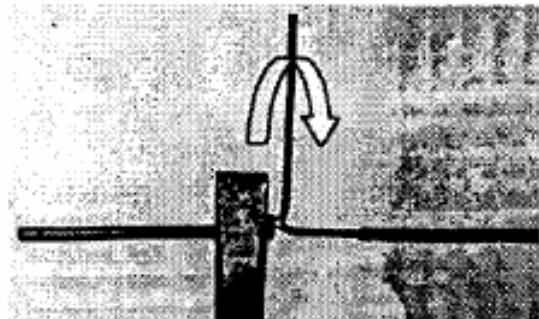

**Figura 10.17**
5. Finalize a primeira parte da emenda com auxílio de outro alicate (**figura 10.17**).